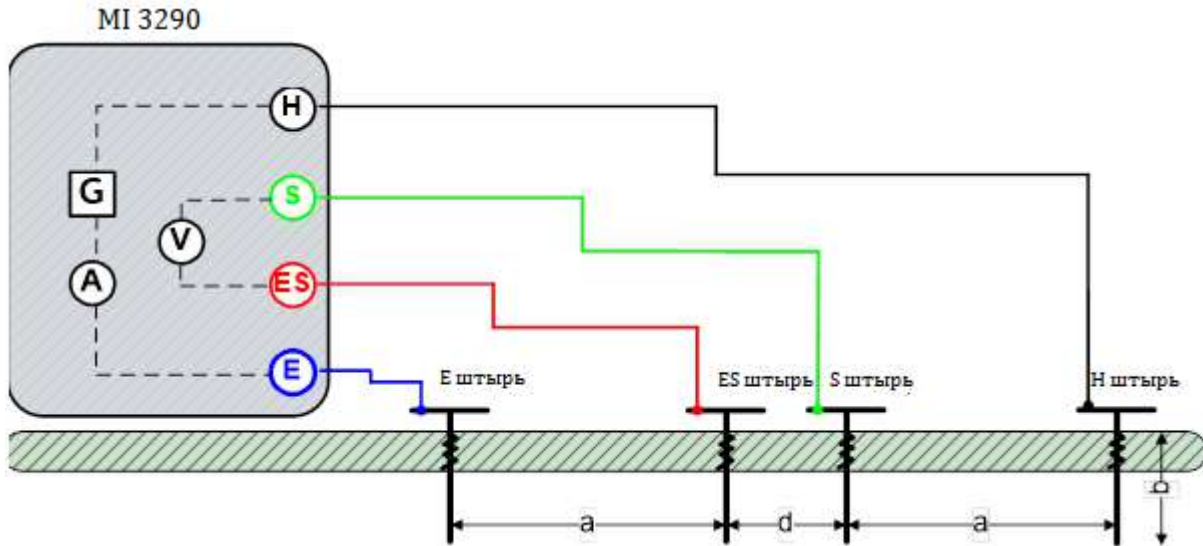

Рисунок 11.40: Пример измерения методом Шлумбергера
- Соберите схему согласно рис. 11.40.